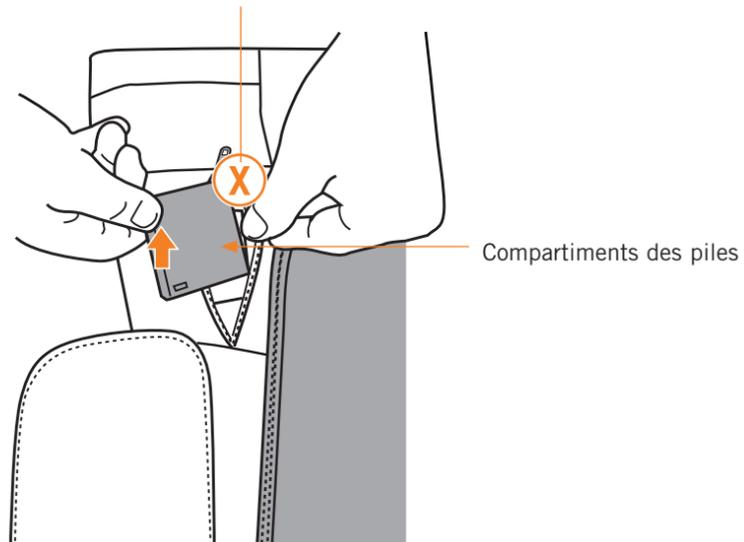

Fig.25
3. Soulevez le bord du compartiment des piles qui est le plus proche du bord du coussin vers le haut (ne tirez pas sur le bord de la boîte duquel le câblage est visible). (Fig.25)